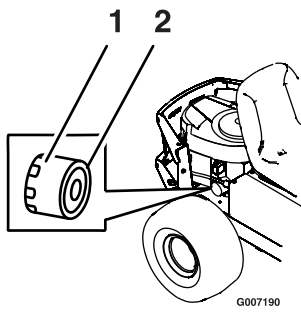

Bild 34
8. Nehmen Sie den alten Filter heraus und wischen Sie das Befestigungspolster ab (Bild 34).